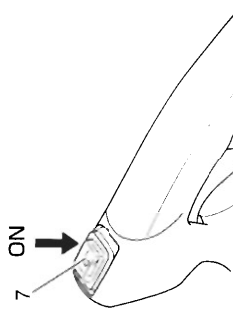

Fig. 4
- Vérifiez que l'interrupteur (7) est en position ON. (Fig. 4)